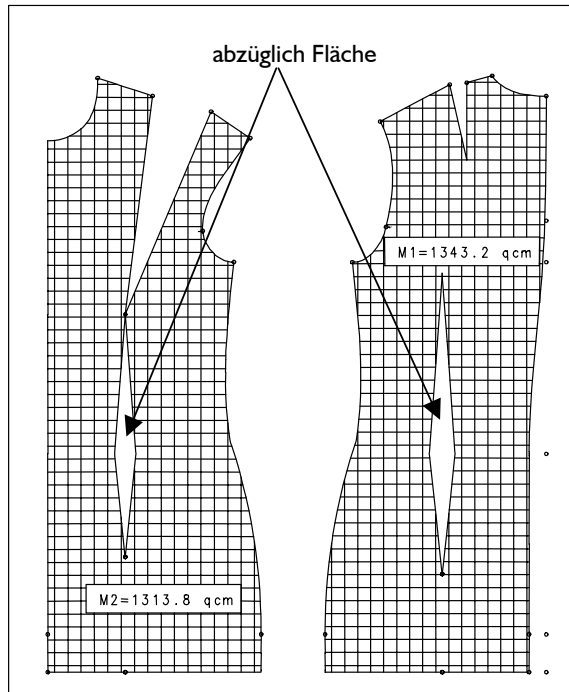

Bild 7-8
**Abzüglich Fläche** gestattet, Flächen innerhalb der angewiesenen Umfangsline auszuschließen. In Bild 7-8 sind zum Beispiel die Flächen der Innenabnäher von der Gesamtfläche abgezogen worden. Markieren Sie zuerst die komplette äußere Umfangsline und ziehen Sie dann die inneren Flächen mit **abzüglich Fläche** ab. Jeweils nach  ist das Maß gesetzt.